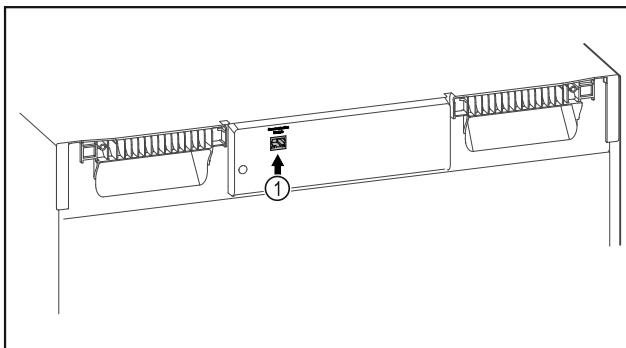

Fig. 123
- Está SmartModule Fig. 123 (1).